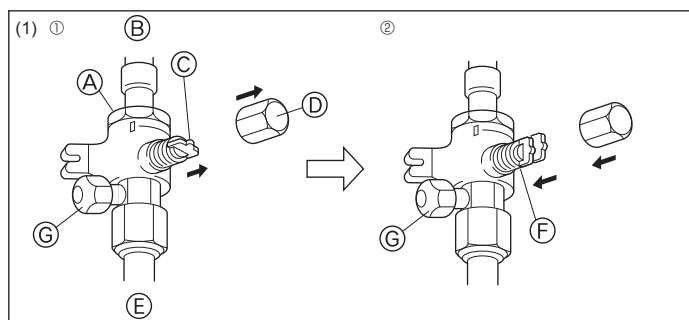
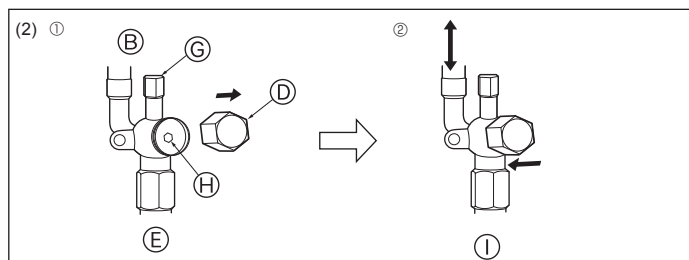

Fig. 4-6
Fig. 4-7
(1) Страна с газом (Fig. 4-6)
① Снимите колпачок, потяните ручку на себя и поверните на 1/4 оборота против часовой стрелки для открытия.
② Убедитесь в том, что запорный кран полностью открыт, надавите на ручку и поверните колпачок в первоначальное положение.
(2) Страна с жидкостью (Fig. 4-7)
① Снимите колпачок и поверните шток золотника против часовой стрелки до упора, используя для этой цели 4 мм шестиугольный гаечный ключ. Прекратите поворачивать шток в момент, когда тот достигнет стопора.